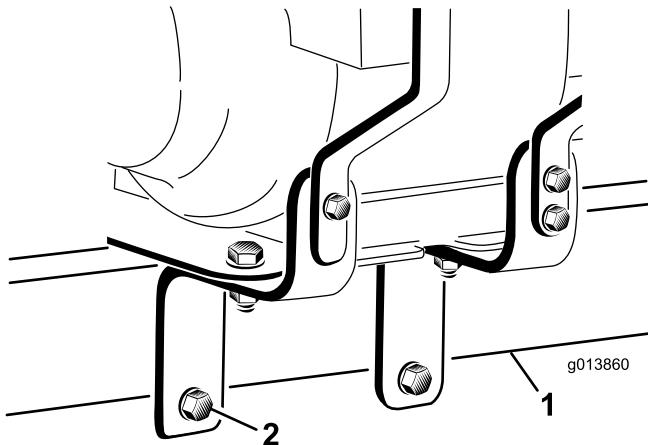

図 7
21. エンジン取り付けブラケットの穴にボルト2本 $\frac{1}{2}$ " x 3"を通す エンジン取り付けブラケットの各外側面に平ワッシャが1枚当たるように、また、各ボルトがプロパスのヒッチチューブの底を貫通するように取り付けること。ナット2個 $\frac{1}{2}$ "を手締めする図7。